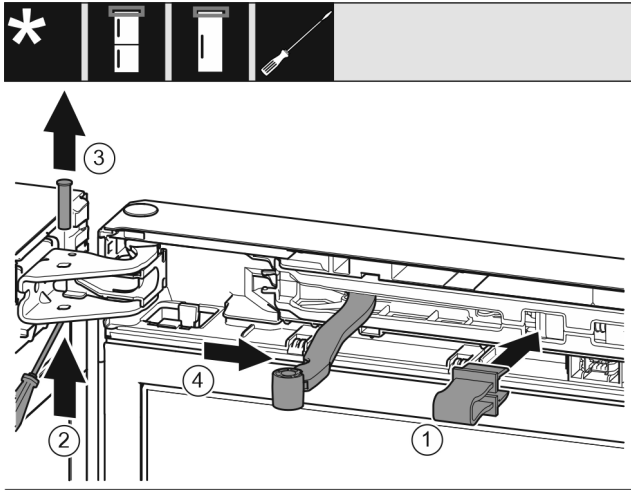

Fig. 6
- Pattintsa be a biztosítékot a nyílásba. Fig. 6 (1)
- Tolja ki a csapszeget csavarhúzóval. Fig. 6 (2)
- Vegye ki a csapszeget felfelé. Fig. 6 (3)
- Forgassa az ajtó irányába a csuklót. Fig. 6 (4)